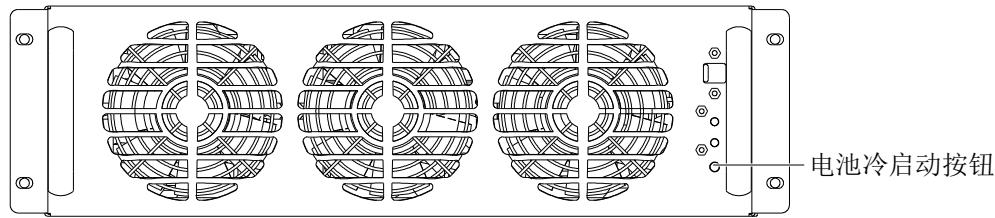

图5-7 电池冷启动按钮
- 电池开关闭合 30 秒后，按任一功率组件的电池冷启动按钮（位置见图 5-7）。